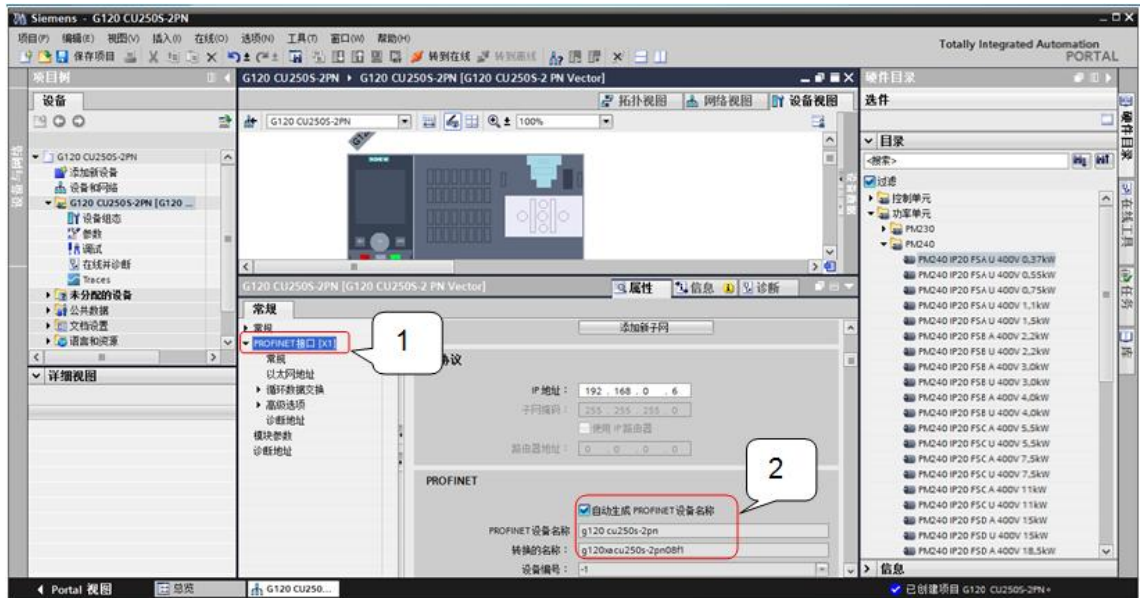

图 3-6 设置 PROFINET 接口
- 3) 设置完 PROFINET 接口，如图 3-6 所示。